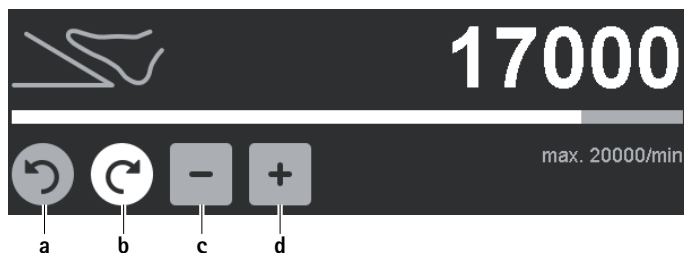

Fig. 6 Ändra den övre varvtalsgränsen/rotationsriktningen
- Ändra rotationsriktning: Aktivera den inaktiva, grå rotationsriktningsknappen för högerrotation/vänsterrotation a/b, se Fig. 6. Rotationsriktningen ändras från högerrotation till vänsterrotation och tvärtom.